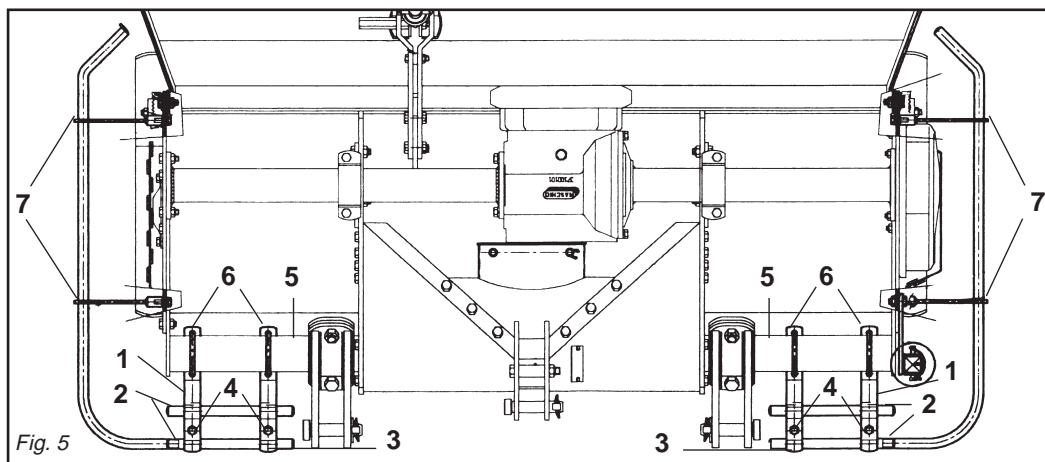

Fig. 5
- Il gruppo delle protezioni, composto dall'attacco (1 Fig. 5) che fa da fermo per i tubi (2 Fig. 5) bloccati dalla staffa (3 Fig. 5) e dalle viti (4 Fig. 5), è fissato al tubo quadro anteriore (5 Fig. 5) me-
- *The protection unit, consisting of the coupling (1 Fig. 5) that acts as a clamp for the pipes (2 Fig. 5) locked by the bracket (3 Fig. 5) and by the screws (4 Fig. 5), is fixed to the square front pipe (5 Fig. 5) by the U-bolts (6 Fig. 5) and should be positioned as far outwards*
- Die Gruppe der Schutzvorrichtungen, die sich aus dem Anschluß (1 Abb. 5), der zur Arretierung für die Rohre (2 Abb. 5) dient, die durch den Bügel (3
- *Le groupe des protections, comprenant l'attelage (1 Fig. 5) qui sert de butée pour les tubes (2 Fig. 5) bloqués par la bride (3 Fig. 5) et par les vis (4 Fig. 5), est fixé au tube carré avant (5 Fig. 5) par des crampons (6 Fig. 5). Position-*
- El grupo de las protecciones, compuesto por la conexión (1 Fig. 5) que funciona como bloqueo de los tubos (2 Fig. 5) bloqueados a su vez por el
dianete i cavallotti (6 Fig. 5), e va posizionato uno a destra e uno a sinistra il più esternamente possibili.
- Lateralmente, su entrambe le fiancate, vanno fissate tramite le viti delle protezioni sagomate (7 Fig. 5).
- The shaped protections should be fixed laterally with screws to both the sides (7 Fig. 5).
Abb. 5) blockiert werden, und den Schrauben (4 Abb. 5) zusammensetzt, wird am vorderen Vierkantrrohr (5 Abb. 5) mit den U-Bolzen (6 Abb. 5) befestigt. Eine davon ist rechts und eine links, so weit wie möglich außen anzubringen.
- Seitlich auf den beiden Seitenteilen sind die geformten Schutzteile (7 Abb. 5) mit Schrauben zu befestigen.
- Les protections galbées doivent être fixées latéralement, des deux côtés avec les vis des protections (7 Fig. 5).
soporte (3 Fig. 5) y por los tornillos (4 Fig. 5), está fijado en el tubo cuadrado anterior (5 Fig. 5) mediante los pernos de U (6 Fig. 5) y debe ser emplazado uno a la derecha y uno a la izquierda lo más externamente posible.
- Lateralmente, sobre ambos lados, debemos fijar mediante los tornillos las protecciones molduradas (7 Fig. 5).